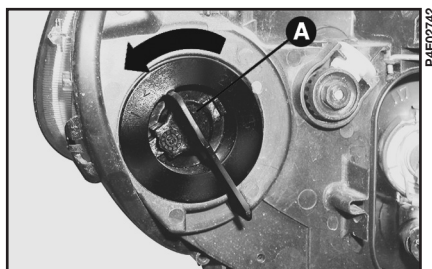

рис. 16
- 1) Поверните заглушку **A** (рис. 16) против часовой стрелки и извлеките ее.
- 3) Заменяв лампу, установите на место заглушку **A** (рис. 16), повернув ее по часовой стрелке.